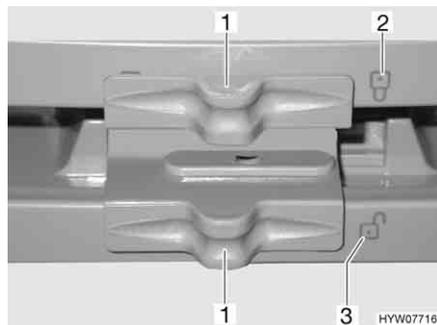

Bild 191 Verriegelung der Kühlschranktür/Frosterfachtür (Dometic 7er-Reihe mit separatem Frosterfach)
- Verriegelung (Bild 191,1) zur Seite schieben, so dass das offene Schloss "U" (Bild 191,3) sichtbar ist.
- Verriegelung (Bild 191,1) zur Seite schieben, so dass das geschlossene Schloss "🔒" (Bild 191,2) sichtbar ist.